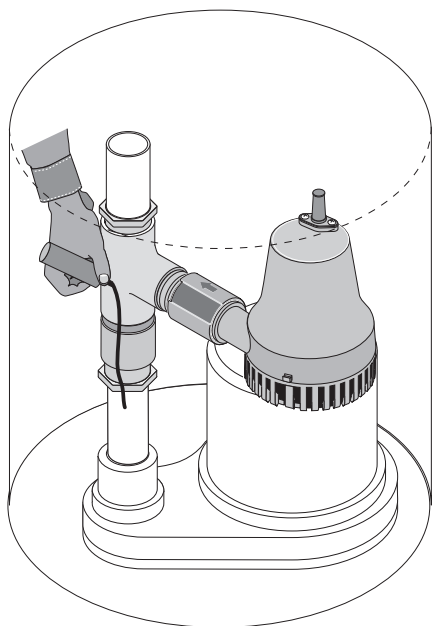

Figura 3: Marcar las uniones para encolar
9. Estudie el conjunto en el foso por un momento y luego ajústelo para que nada interfiera con la bomba primaria o con su interruptor. Marque las juntas con un marcador permanente de manera que pueda volver a alinear todo después de que la haya sacado del foso para encolar (Consulte la Figura 3).